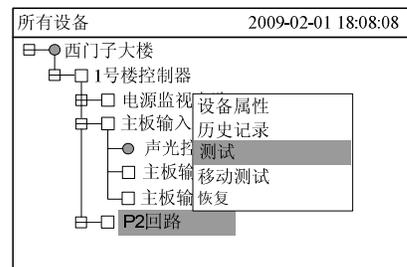

图 14-4
- 按“→”键弹出快捷菜单（图 14-4），然后按“↓”键选择“测试”/“移动测试”，再按“OK”键，被选择的设备即处于测试模式，控制器也进入测试状态。